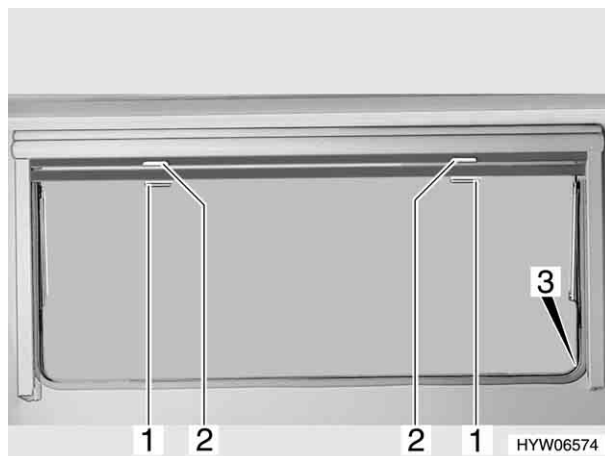

Fig. 22 Finestra apribile
- Tirare verso il basso l'oscurante a rullo accompagnandolo con la maniglia (Fig. 22,2). Quando si chiude completamente l'oscurante a rullo esso va agganciato da entrambi i lati del telaio della finestra nell'apposito elemento di fissaggio (Fig. 22,3).
- Quando l'oscurante a rullo è completamente chiuso: spingere la maniglia (Fig. 22,2) verso il basso tirandola leggermente verso l'interno. Sganciare l'oscurante a rullo dagli elementi di fissaggio a destra e a sinistra del telaio della finestra.
- Tirare la maniglia (Fig. 22,1) della zanzariera a rullo verso il basso e agganciarla all'elemento di fissaggio (Fig. 22,3) su entrambi i lati del telaio della finestra.
- Spingere la maniglia (Fig. 22,1) verso il basso tirandola leggermente verso l'interno. Sganciare la zanzariera a rullo dagli elementi di fissaggio a destra e a sinistra del telaio della finestra.